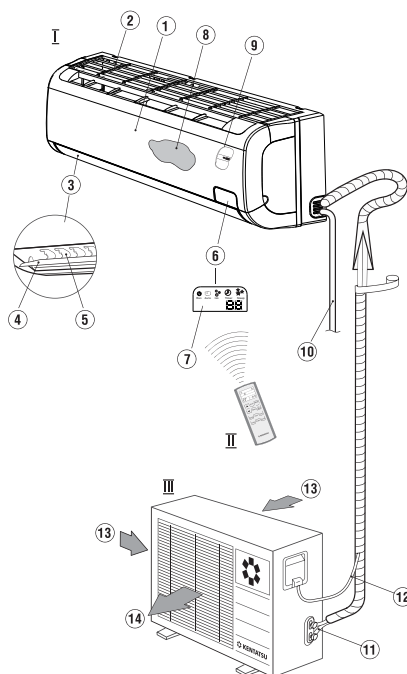

Рис. 1
- При изменении длины трубопровода необходимо изменить количество заправленного в него хладагента (рис. 1).